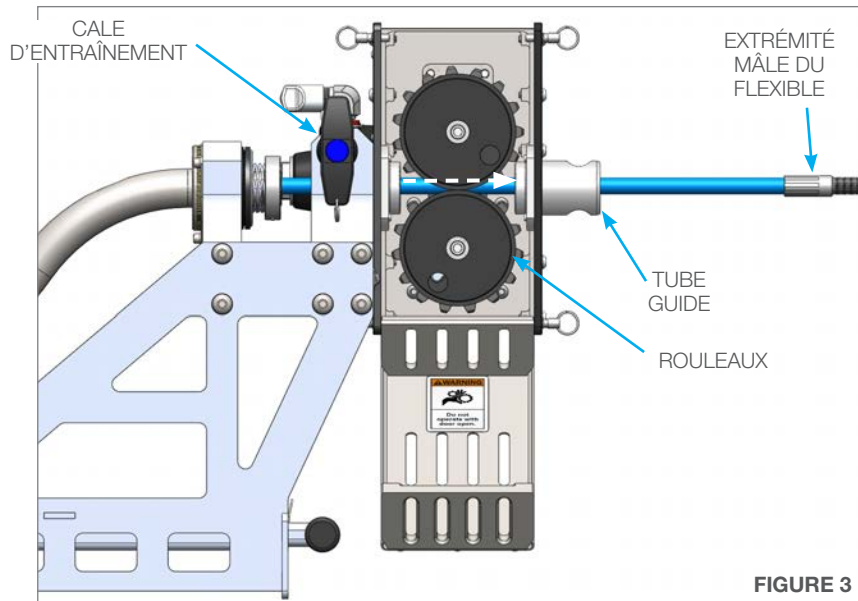

FIGURE 3
3. Avec les rouleaux ouverts, glissez le flexible à travers la cale d'entraînement, les rouleaux et le tube guide. Assurez-vous de tirer une longueur suffisante pour traverser l'embout. **(Figure 3)**
3. Vissez le tube d'embout fileté BOP 084 dans le Camlock BOP 085 à l'extrémité de l'embout BOP 090. **(Figure 3)**
3. Desserrez la poignée réglable sur la pince articulée BOP 070 pour accéder aux quatre vis à chapeau à tête creuse. Positionnez le côté du bloc de virole BOP 030 sur les quatre trous taraudés. Orientez la pince articulée avec la charnière vers la droite. Fixez la pince articulée sur le bloc de virole à l'aide des 4 vis à chapeau à tête creuse fournies. **(Figure 3)**